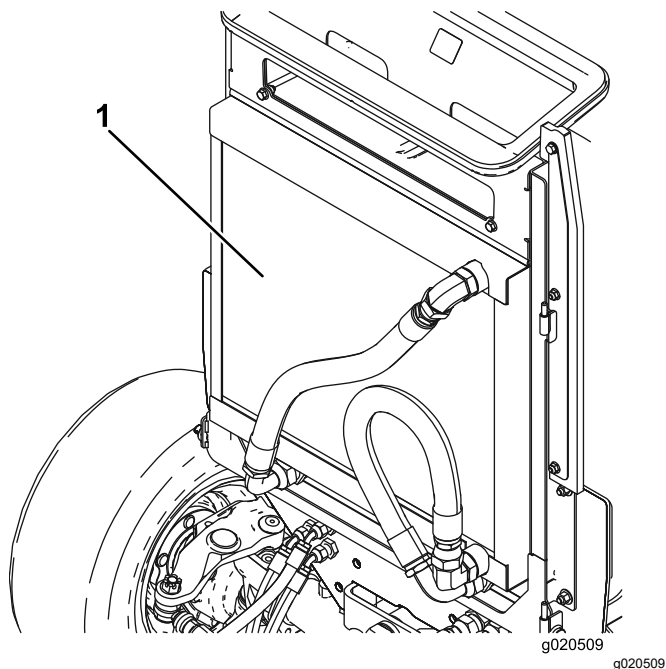

図 98
3. オイルクーラとラジエターの両方の裏表 図 98を圧縮空気で丁寧に清掃する。前側から清掃を始め、車体後方に向けてごみを吹き飛ばす。その後、今度は後ろ側から前側に向かって吹きつけて清掃する。この作業を数回繰り返してごみやほこりを十分に落とす。